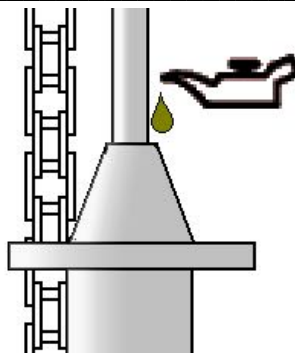

Рисунок 3
2.1.1 Перед проведением испытаний необходимо смазать направляющие штанги машинным маслом, смазку проводить масленкой, 5-10 капель в зазоры между направляющей штангой и грузом (рисунок 3). Если направляющие загрязнены, перед смазкой их необходимо протереть ветошью.